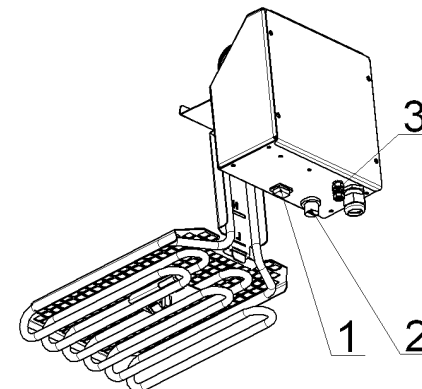

Рис. 2
4.1. Фритюрница работает от электрической сети с напряжением питания 230 В ±10% переменного тока частотой 50 Гц (ГОСТ29322-2014 (IEC60038:2009) с наличием заземляющего провода. В случае отсутствия отдельного провода заземления в розетке, необходимо заземлить блок управления фритюрницей отдельным проводом от внешнего зажима заземления (см. рис.2, стр.5) на нижней панели блока управления на контур заземления. Без надежного заземления эксплуатация фритюрницы запрещена.
На нижней панели блока управления расположены (рис.2): кнопка выключателя ТЭНа (1), колпачок (2), закрывающий кнопку аварийного термовыключателя без самовозврата и внешний зажим заземления (3).